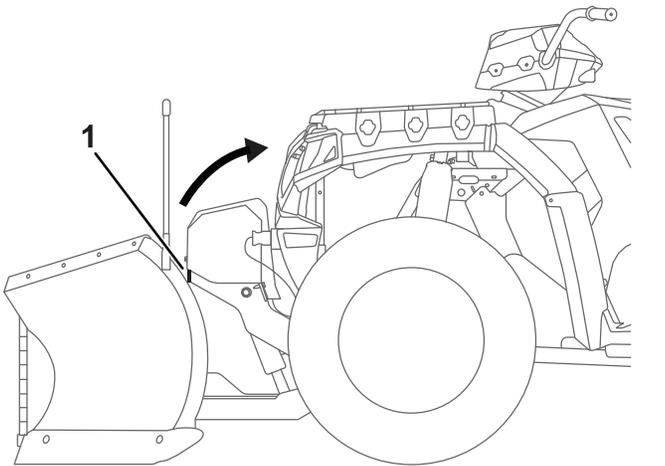

Figure 15
7. À l'aide de la poignée du dispositif d'accouplement, poussez la tour d'accouplement vers le haut jusqu'à ce que les goupilles à ressort du dispositif d'accouplement s'enclenchent en position (Figure 15).